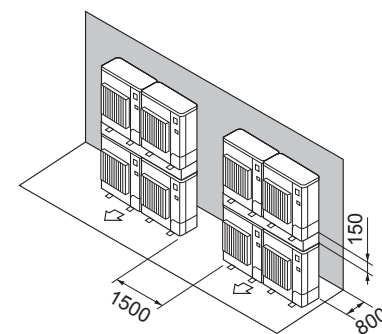

Fig. 2-14
- ⑦ Zabudowa jednostek zewnętrznych jedna na drugiej (Fig. 2-14)